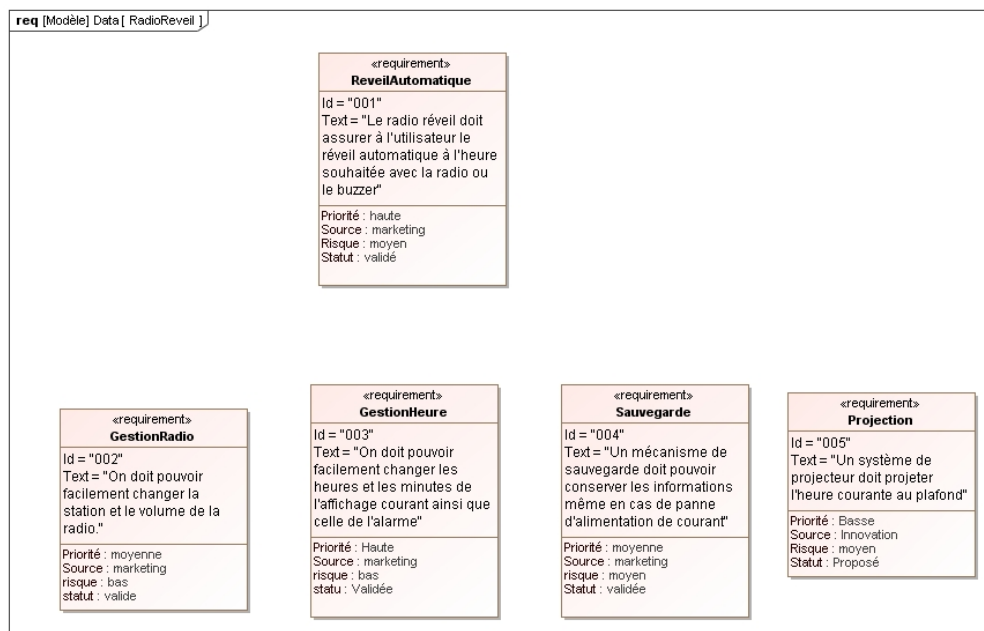

Figure 10 Tableau des exigences avec les attributs.
- Effectuer un click droit pour ouvrir le menu contextuel figure 10
- Effectuer un double click sur Sans nom1 pour ouvrir la boîte de dialogue figure 10
La figure 10 représente le diagramme des exigences avec les attributs